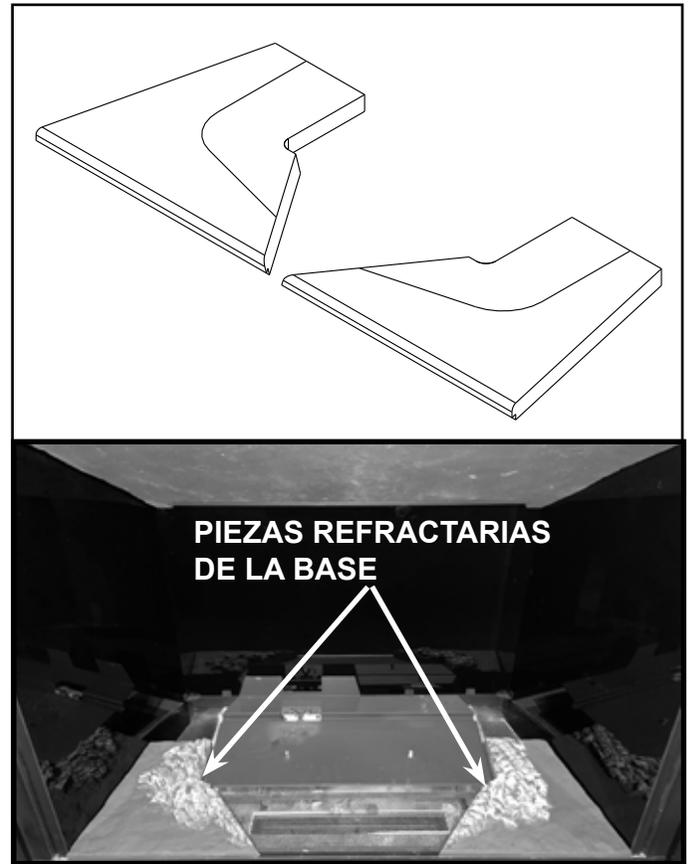

Figura 11.23 Pieza refractaria de la base instalada
13. Coloque las nuevas piezas refractarias de la base en su lugar como se muestra en la Figura 11.23.